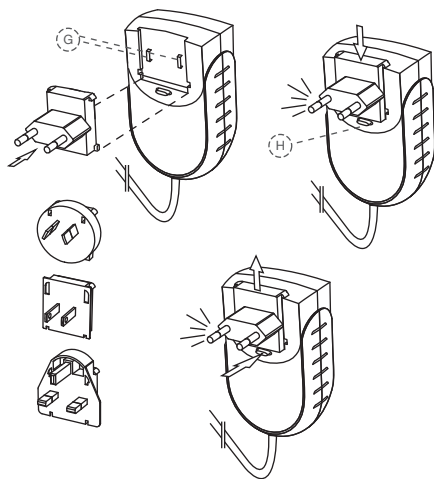

Fig. 4 Încărcător de rețea și adaptor
1. Alegeți adaptorul de ștecăr potrivit pentru alimentarea dvs. electrică (vezi fig. 4).
2. Puneți adaptorul de ștecăr corespunzător pe cele două contacte (fig. 4, G) ale încărcătorului de rețea și apăsați în sensul tastei de blocare (fig. 4, H) până ce se înclichetează. Pentru schimbarea adaptorului, trebuie să apăsați tasta de blocare.